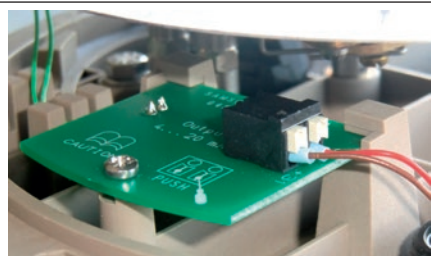

Рис. 20: Соединительная плата · Присоединение измерительных проводов
11. Протяните измерительные провода для передачи сигналов (длина снятия изоляции не менее 8 мм) сквозь кабельный ввод PG и присоедините их к соответствующим пружинным клеммам (31, 32) на соединительной плате (см. рис. 20). Соблюдайте полярность!